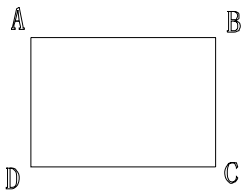

图 3-2 绘制四方形
**实例 1：**绘制四方形，如图 3-2 所示是一个矩形，四条线段首尾相连形成封闭的四边形，其操作如下：
线的起始点:	点取 A 点，如图 3-2 所示